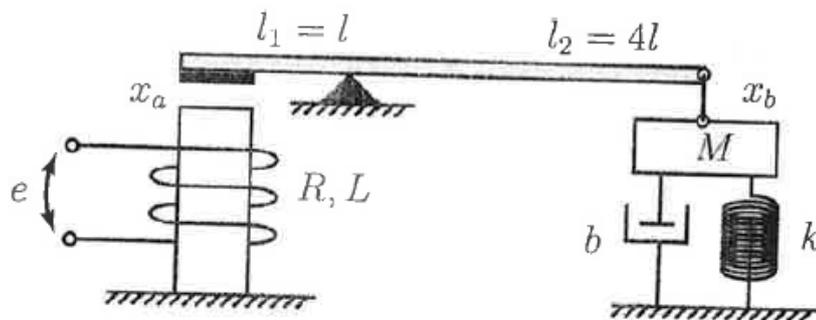

Figura 2: Atuador Eletromecânico.
2. Um atuador eletromecânico está esquematizado na figura 2. A bobina, tem enrolamento que possui resistência  $R$  e indutância  $L$ . A força magnética produzida na bobina e que atua na barra é dada por: